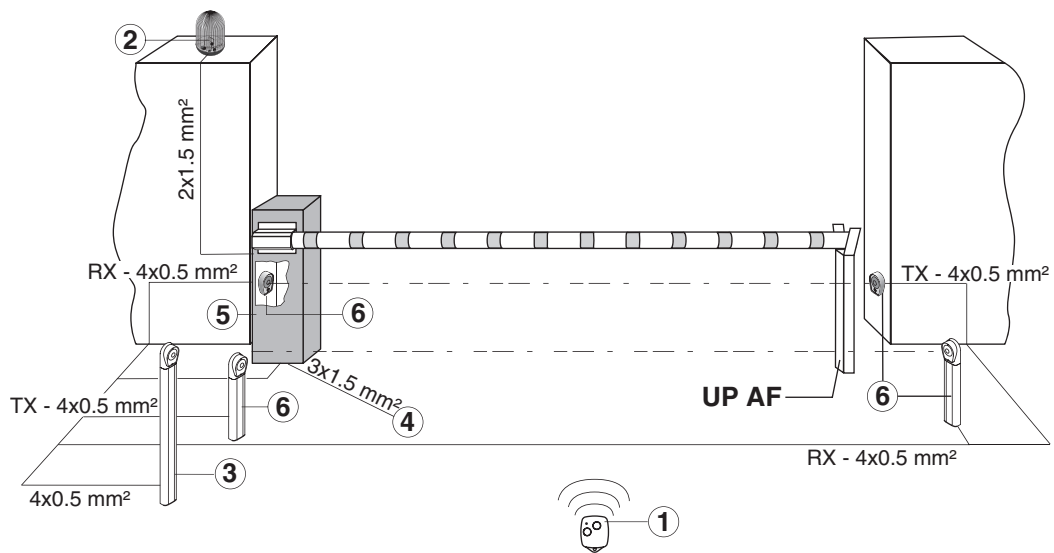

Fig. 1
2.1 Referencias instalación tipo (fig. 1)